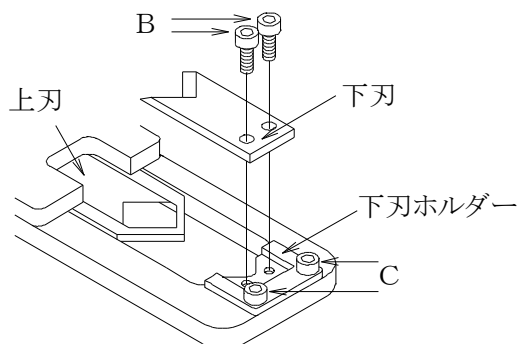

図4
(図4参照)
- 次に、下刃を下刃ホルダーに奥までしっかり挿入しBのネジで取り付けます。(図4参照)
その後に、下刃ホルダーを下刃にしっかりと密着させ、Cのネジを締めて下さい。(図4参照)